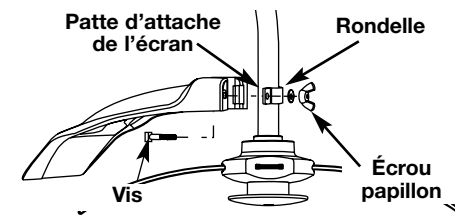

Fig. 2
- De l'intérieur de l'écran de l'accessoire de coupe, poussez le boulon carré dans le trou jusqu'à ce que l'extrémité fileté dépasse de la patte d'attache de l'écran (Fig. 2).